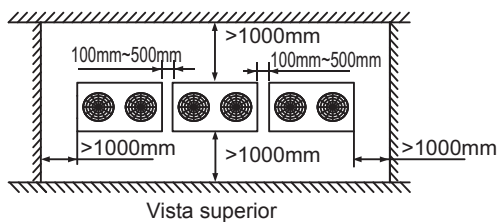

Fig.4-8
- Al instalar la unidad, deje un espacio para el mantenimiento se muestra en la Fig.4-8. Instalar la fuente de alimentación en el lado de la unidad exterior. Para el procedimiento de instalación, consulte el manual de instalación del dispositivo de alimentación.